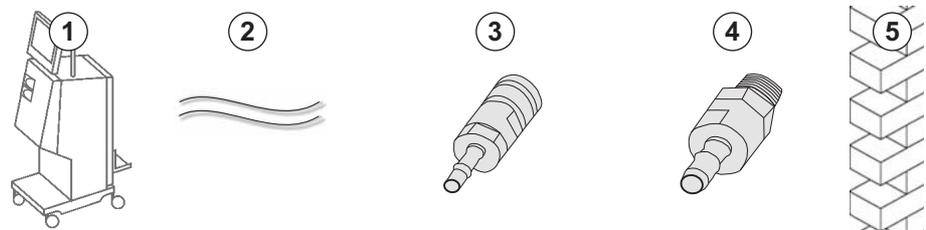

Abb. 4-7 Zentrale Konzentratversorgung mit Aquaboss-Kupplungen
- Konzentrat-Kupplung (Abb. 4-7, ③) (Geräteseite), Material 1.4529 EPDM
- Konzentrat-Verschlussnippel AISI 316L (④ , Wandseite), Material 1.4529 EPDM.
1. Konzentrat-Kupplung ③ an den direkt aus dem Gerät kommenden Schlauch der Zentralen Konzentratversorgung ② anschließen.
2. Konzentrat-Kupplung ③ an den an der Wand befestigten Konzentrat-Verschlussnippel ④ anschließen.